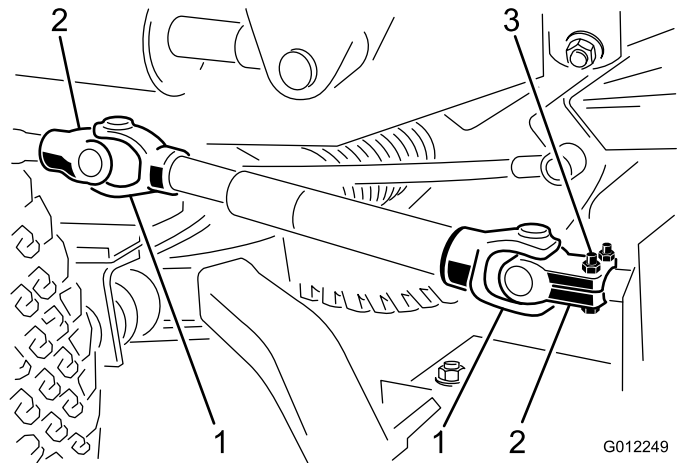

Figura 8
1. Alinee los taladros de la horquilla y del eje primario de la caja de engranajes. Deslice la horquilla sobre el eje y sujete los dos componentes con un pasador cilíndrico y 2 tornillos de caperuza (5/16 x 1-3/4 pulgadas) y contratuerzas (5/16 pulgadas) (Figura 8).